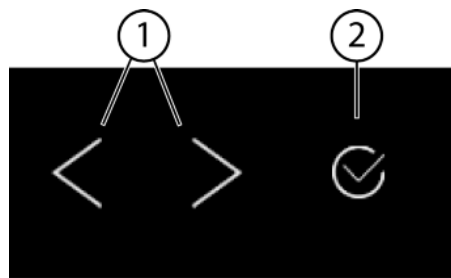
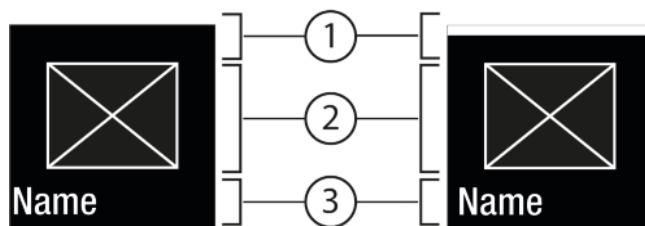
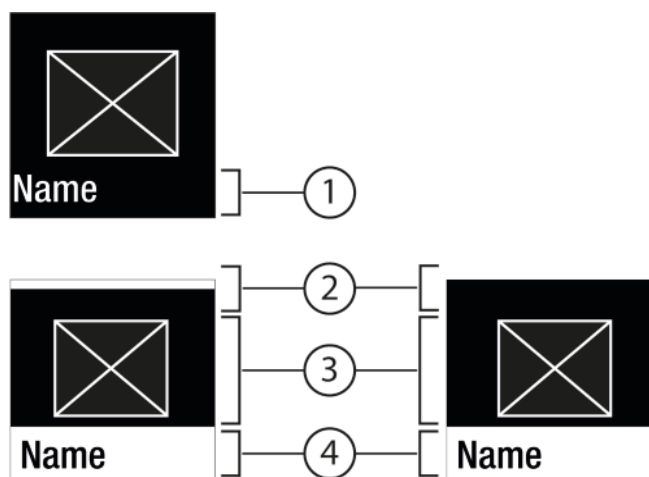

Fig. 5
Fig. 6
Fig. 7
(1) Навігаційна стрілка ліворуч/праворуч
(2) Підтвердити
**Навігаційна стрілка ліворуч/праворуч: Fig. 5 (1):**
**Підтвердження Fig. 5 (2):**
- Переходити навігаційною стрілкою ліворуч/праворуч Fig. 5 (1).
- Через Підтвердити Fig. 5 (2) функцію / налаштування активувати Fig. 6 (1) / деактивувати Fig. 6 (1).
- Натиснувши Підтвердити Fig. 5 (2) викликати підменю Fig. 7 (4).
- Налаштувати нове значення: Натиснувши Підтвердити Fig. 5 (2) вибрати деактивоване значення Fig. 6 (1).
- Назад в меню: Натиснувши Підтвердити Fig. 5 (2) вибрати вже активоване значення Fig. 6 (2).
- ▶ Натискайте навігаційні стрілки Fig. 5 (1) до появи функції.
- ▶ Натисніть Підтвердити Fig. 5 (2).
- ▶ Навігаційною стрілкою Fig. 5 (1) вибрати значення налаштування.
- ▷ Статус: активовано Fig. 6 (1) з'являється скоро в підменю Fig. 7 (4).
- ▶ Натискайте навігаційні стрілки Fig. 5 (1) до появи налаштувань .
- ▶ Натискайте навігаційні стрілки Fig. 5 (1) до появи потрібного налаштування.